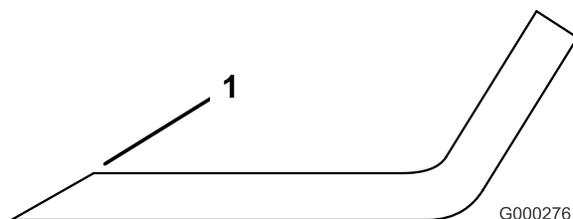

Figura 85
3. Esaminate l'affilatura di tutte le lame e affilate se risultano smussate o scheggiate (Figura 85).
Nota: Affilate soltanto la parte superiore del tagliente e mantenete l'angolo di taglio originale per garantire l'affilatura (Figura 85). La lama rimane bilanciata se rimuovete la stessa quantità di metallo da entrambi i taglienti.